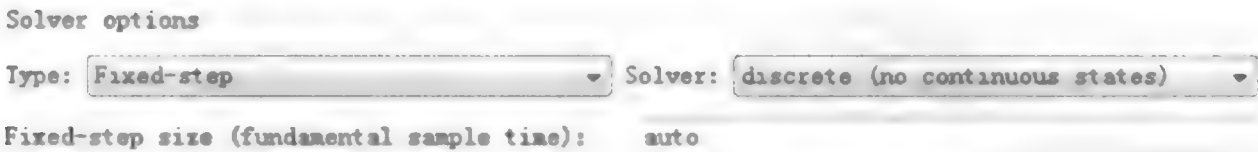

图 9.7.2 求解器设置
(2) 选择 Simulation→Configutation Parameters,打开模型的参数设置对话框,在 solver 列表框选择定步长离散求解器,如图 9.7.2 所示。